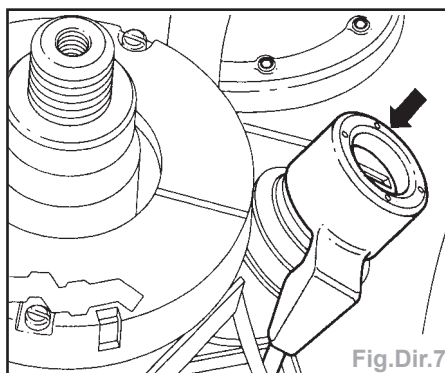

Fig.Dir.7
- Extraire soigneusement la bobine de lecture de l'immobilisateur du corps de la serrure (Fig.Dir.7).